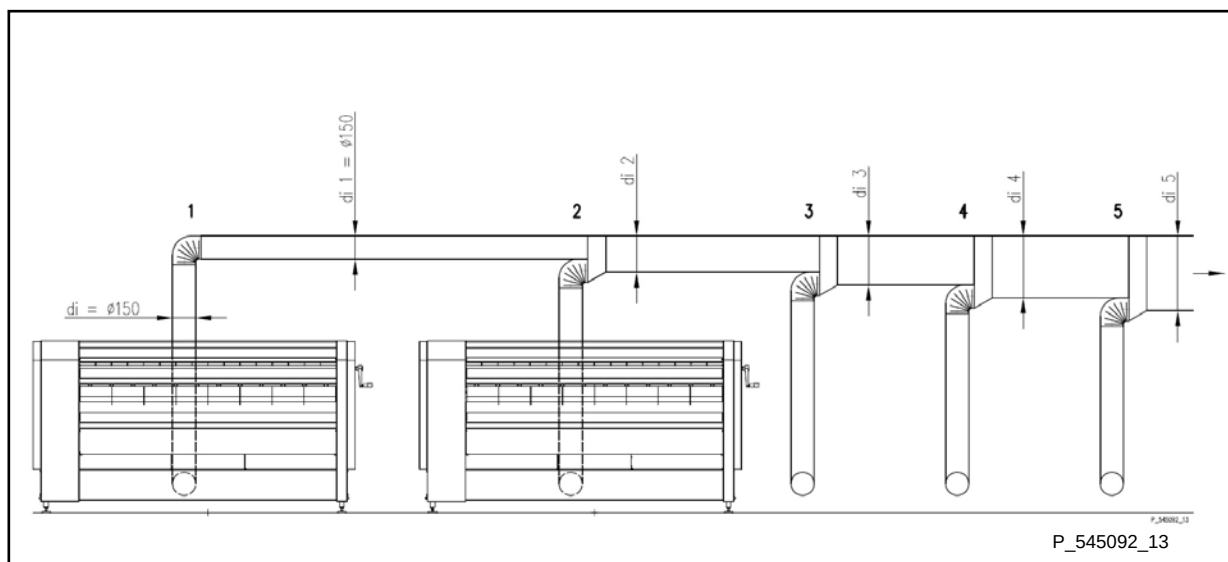

figura 3.5.1.
- Figura 3.5.1. – sistema de la aspiración común para varias calandras.
- Tabla 3.5.1. – tabla de parámetros de dimensión de la figura 3.5.1.